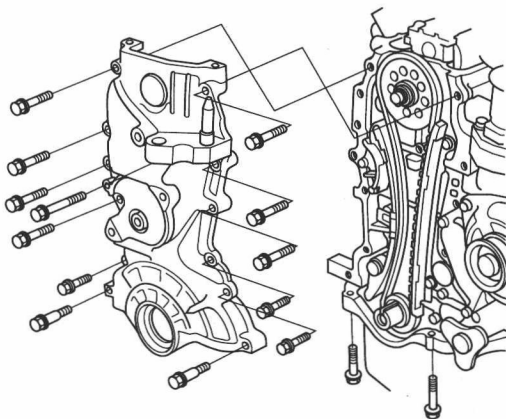

图 1-7 拆下链条箱
(8) 拆下曲轴皮带轮。
(9) 拆下传动皮带自动张紧器。
(10) 拆下空调管路托架安装螺栓。
(11) 在油底壳下放置一个千斤顶和木块, 以支撑发动机。
(12) 拆下搭铁电缆, 然后拆下发动机侧支座/托架总成。
(13) 拆下链条箱, 如图 1-7 所示。